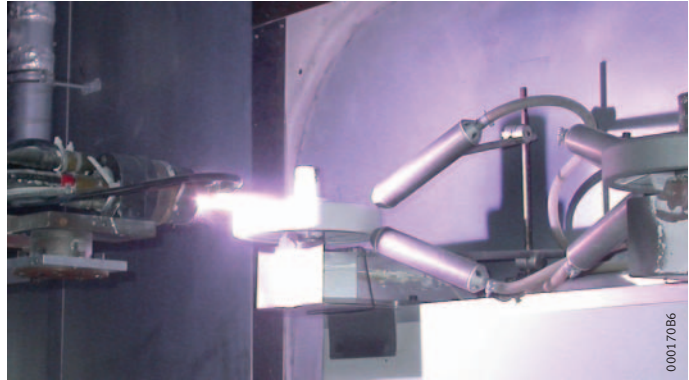

Bild 9
- Die mit Oxidkeramik beschichteten Lager sind über das Suffix (J20) gekennzeichnet. Diese Schichten werden im Plasmaspritzverfahren auf die Lagerflächen aufgebracht, *Bild 9*, Seite 10. Die Oxidkeramikschrift ist sehr hart, verschleißfest und ein guter Wärmeleiter.
Beim Plasmaspritzverfahren wird zwischen zwei Elektroden ein Lichtbogen erzeugt und eingeleitetes Edelgas ionisiert. Den dabei aufgebauten Plasmafreistrahle nutzt man als Trägerstrahl für das zugeführte Aluminiumoxidpulver. Dieses schmilzt und wird mit hoher Geschwindigkeit auf Außen- oder Innenring gespritzt, *Bild 9*. Die so aufgetragene Oxidschicht haftet ausgezeichnet auf dem Grundmaterial, das zuvor aufgeraut werden muss. Anschließend wird die Oxidschicht versiegelt.